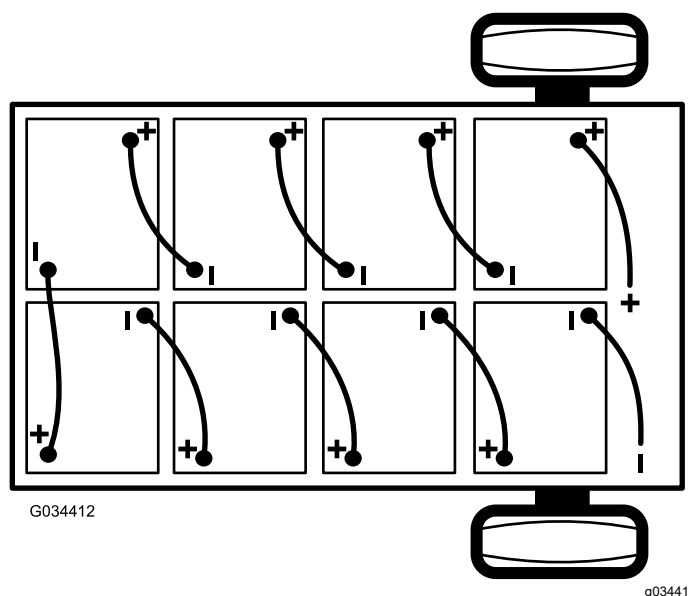

图 41
2. 断开将电池盒连接至机器接地点的主负极电池接线黑色 图 41。
3. 断开将电池盒连接至机器主接触器的主正极电池接线红色 图 41。
注意 安装新电池时要注意电池的极性 图 41。
6. 使用步骤 1 中卸下的电池互连线如 图 41 所示将电池连接到一起。
2. 连接电池盒与机器之间的正极电池接线红色 图 41。
3. 连接电池盒与机器之间的负极电池接线黑色 图 41。